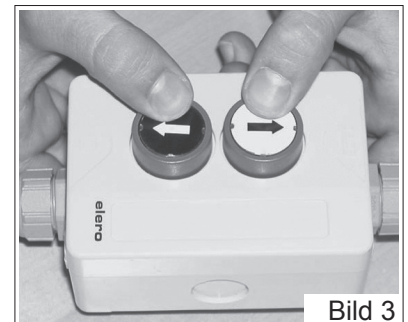

Bild 3
- 6.1 Bei diesem Rollladenmotor niemals beide Knöpfe des Probekabels gleichzeitig drücken! Der Motor erhält Strom von beiden Seiten und kann zerstört werden (Bild 3).